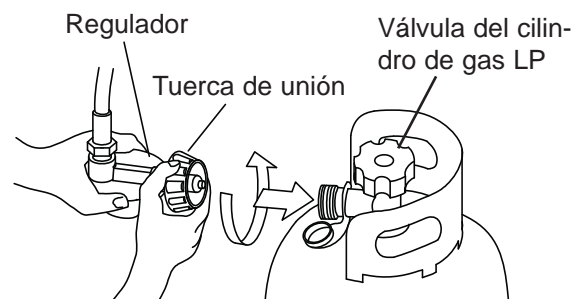

Figura 3. Conexión de la manguera y el regulador al cilindro de PL
- Para conectar el cilindro de PL, introduzca el conector terminal del regulador en la válvula del cilindro, gire la tuerca de unión a la derecha y apriete firmemente (ver Figura 3).